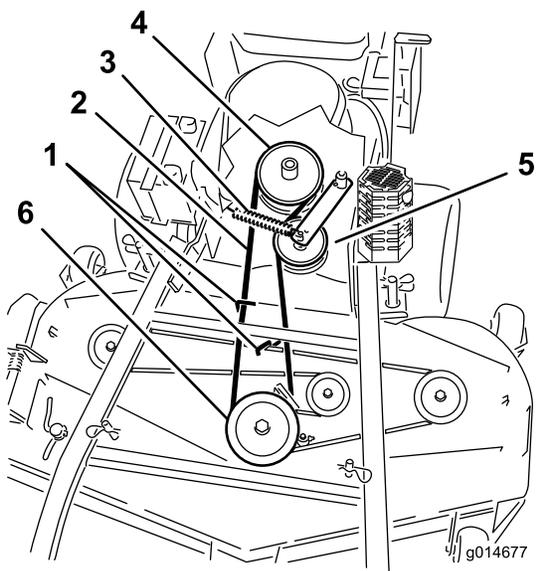
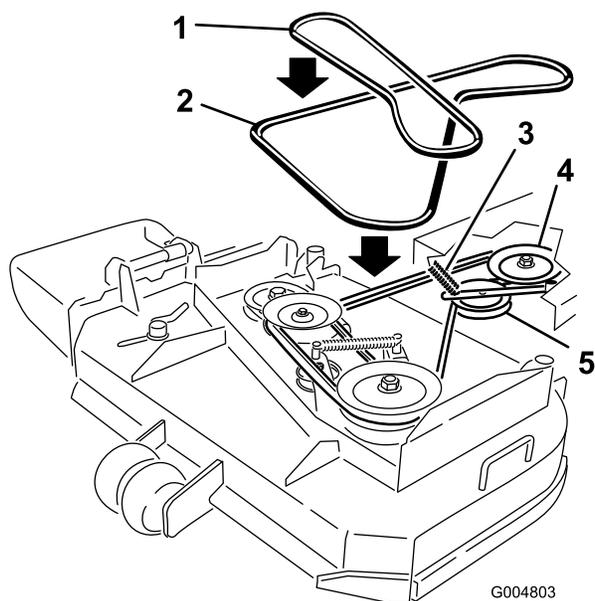

Figura 50
Figura 51
- Retire la correa de la polea central de la carcasa de corte (Figura 50). Consulte Figura 51 para quitar la correa de la polea izquierda en una carcasa de corte de 36 pulgadas. Extreme las precauciones al retirar la correa ya que la tensión aumentará debido a que la polea tensora está tensada con muelle.
- Retire la correa de la polea del motor y la polea tensora tensada con muelle (Figura 50). Consulte Figura 51 para retirar la correa de las poleas de una carcasa de corte de 36 pulgadas.
- Instale la nueva correa en la polea del motor y la polea tensora tensada con muelle (Figura 50).
- Coloque la correa en la polea central de la carcasa de corte (Figura 50). Extreme las precauciones al instalar la correa ya que la tensión aumentará debido a que la polea tensora está tensada con muelle. Consulte Figura 51 para colocar la correa en la polea izquierda en una carcasa de corte de 36 pulgadas.
- Ajuste la guía 3 mm (1/8 pulg.) desde la correa en las carcasas de corte de 40, 48 y 52 pulgadas (Figura 50).